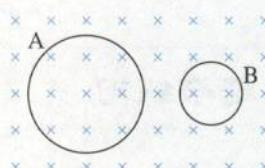

图 4.4-7 两线圈中感应电动势之比、感应电流之比各是多少?
6. 如图 4.4-7 所示, A、B 两个闭合线圈用同样的导线制成, 匝数均为 10 匝, 半径  $r_A = 2r_B$ , 图示区域内有匀强磁场, 且磁感应强度随时间均匀减小。